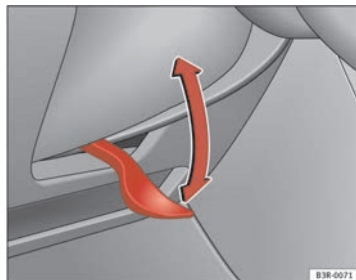

Fig. 136 Lever beneath steering column
- Push the lever ⇒ fig. 136 down ⇒ ⚠.